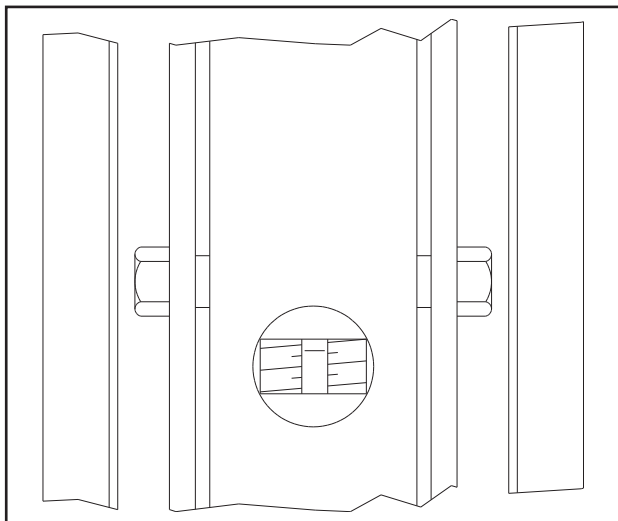

Fig.63 - Abb.63
- portare i carrelli ad una altezza tale che le chiocciole si trovino in corrispondenza dei fori ricavati sui carter (Fig.63).
- raise carriages to same level as holes on side guards (Fig.63).
- Placer les chariots à hauteur telle que les écrous se trouvent en face des trous de visite pratiqués dans les carters de vis (fig.63).